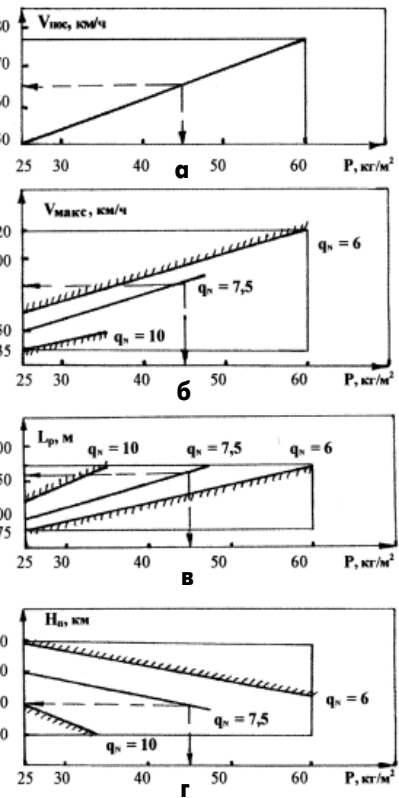

Рис.2
В табл.1 представлены технические данные самолетов, в табл.2 - параметры двигателей к ним. Фотографии некоторых типов легких самолетов показаны на рис.1. Используя формулу (2) и статистические данные, строим графики летных параметров в функции от Р для фиксированных q_N=const. На рис.2 построены графики только для одноместных самолетов (1М). Расчетные графики для самолетов 2М и 4М заинтересованные лица могут заказать через редакцию или у автора. С помощью этих графиков приступим к выбору основных параметров легких самолетов.
Например, для самолета 1М с m₀=340 кг и параметрами q_N=7,5 кг/л.с. и Р=45 кг/м² по графикам рис.2 получим следующие летные дан-